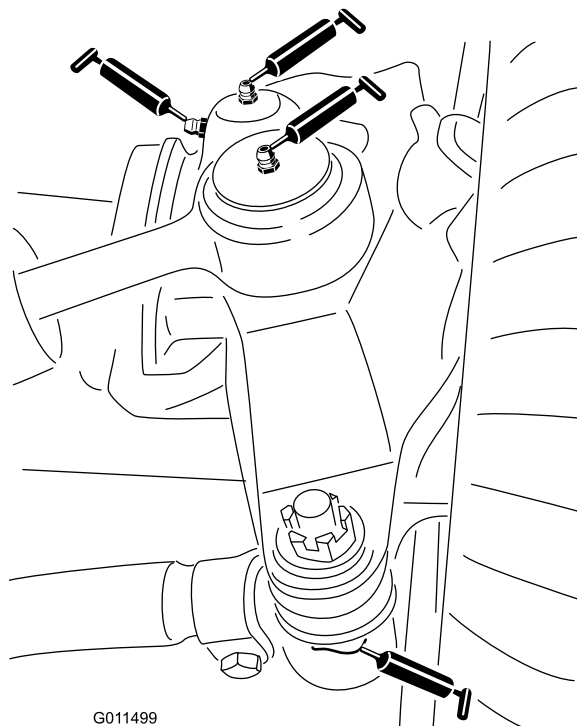

Figura 66
- 2 giunti a sfera del cilindro di sterzata (Figura 66)
- 2 giunti a sfera del tirante (Figura 66)
- 2 boccole del perno del fuso a snodo (Figura 66).